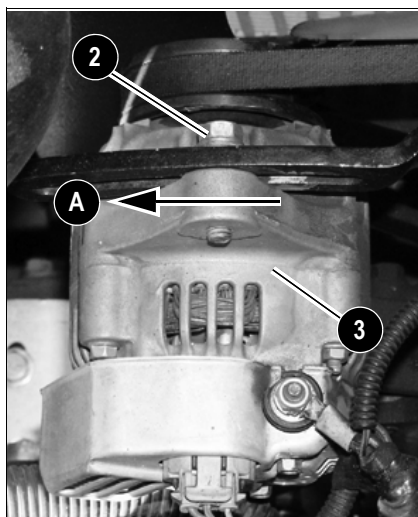

Fig. 95 : Retendre la courroie trapézoïdale
- ☞ Pousser l'alternateur dans le sens de la flèche A, en se servant d'un outil adapté, jusqu'à obtenir la tension correcte de la courroie (fig. 95)